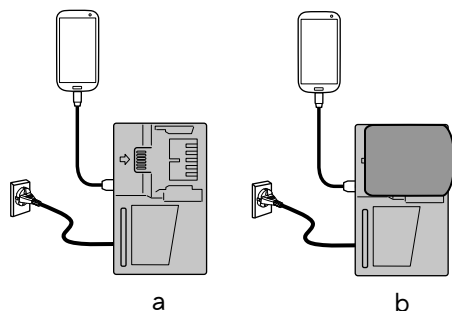

图 20
- 将 USB 设备插入插座进行充电（图 20-a）。
- 将 USB 设备和电池插入插座进行充电。（图 20-b）